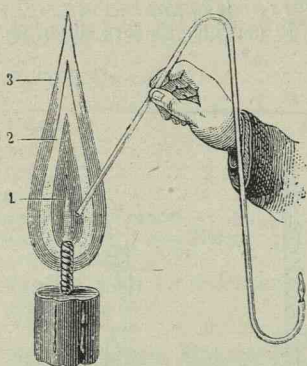

Fig. 219. Flacăra unei lumânări.
**Flacăra lumânării** este alcătuită din trei părți: În mijloc se află *conul întunecat*, 1, fig. 219, înconjurat de *conul luminos*, 2, înconjurat și el de un alt *con*, 3, albastru, foarte puțin luminos dar cald. În 1 nu are loc nici o ardere, în 2 arde numai hidrogenul, iar carbonul e încălzit până la incandescență, în 3 arderea e completă. Gazele care nu ard în 1 pot fi prinse și aprinse la gura unui tub de sticlă ținut în flacăra, ca pe figură. Ținem un băț de chibrit în flacăra unei lumânări mai mari; lemnul arde și se carbonizează numai în marginile flăcării; în vreme ce rămâne alb în locul dintre ele care stă în conul întunecat.